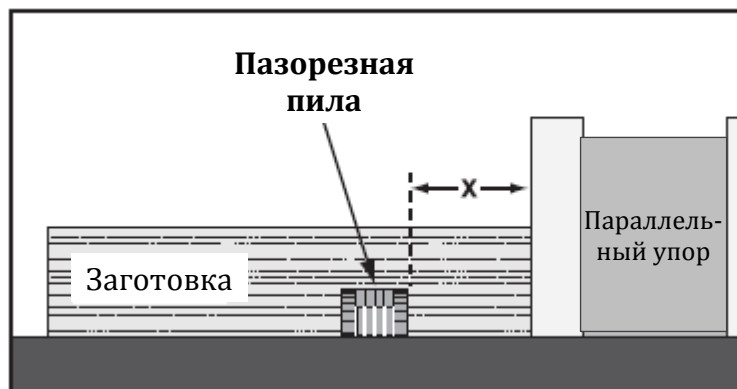

Рис. 46. Пример паза, выполненного пазорезной пилой
2. Отрегулировать расстояние между параллельный упором и внутренней кромкой пилы, как показано на рис. 46, для прорезания паза по длине заготовки.